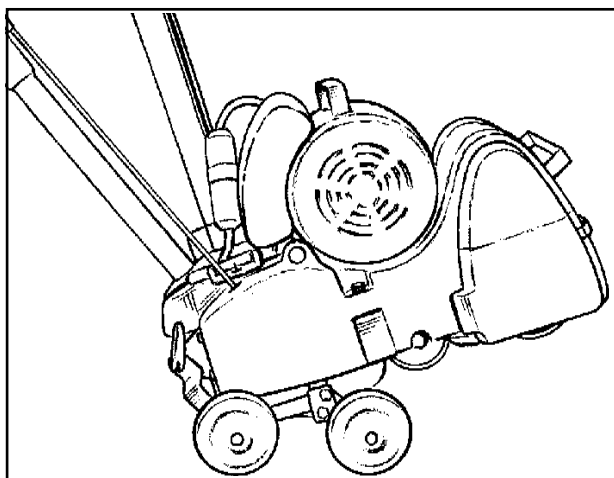

Figura 4
2. Sostenga el rodillo pulidor en su posición utilizando sus pies y permita que la máquina se incline hacia atrás y descansa sobre las ruedas del rodillo pulidor. (Consulte la figura 4)